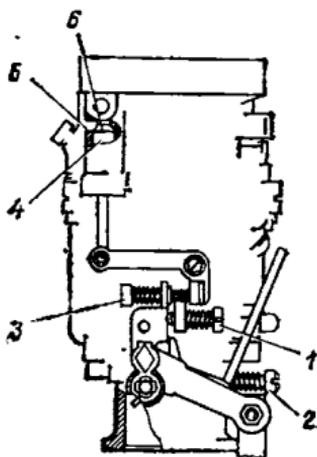

Рис. 38. Регулировочные винты:
1. Установите предварительно винтом *1* (рис. 38) частоту вращения коленчатого вала на холостом ходу 550 ... 600 об/мин.